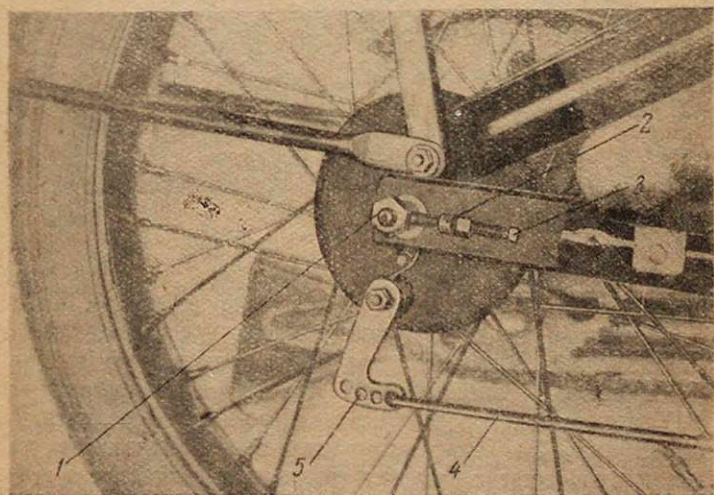

Рис. 18.
1. Отпускают гайки крепления заднего колеса (1) (см. рис. 18).
2. Отпускают контргайки (2) натяжных болтов (3).
После всего этого колесо нужно поставить на место, соединить цепь, отрегулировать натяжение цепи при помощи болтов (3) (рис. 18). соединить тормозную тягу с рычажком заднего тормоза и затянуть гайки крепления колеса. При постановке на место переднего колеса нужно соединить трос переднего тормоза и затем затянуть гайки крепления колеса.
приходится слишком далеко вниз отжимать педаль. Для устранения свободного хода следует конец тяги (4) переставить на следующее отверстие в рычаге (5) (рис. 18), для чего нужно вынуть шплинт, снять шайбу, вставить конец тяги в следующее отверстие, поставить шайбу и зашплинтовать. Следите за тем, чтобы колесо свободно вращалось при нейтральном положении рычага переключения передач. Заторможенное колесо не должно проворачиваться, т. е. при полном торможении оно должно скользить по дороге «юзом».